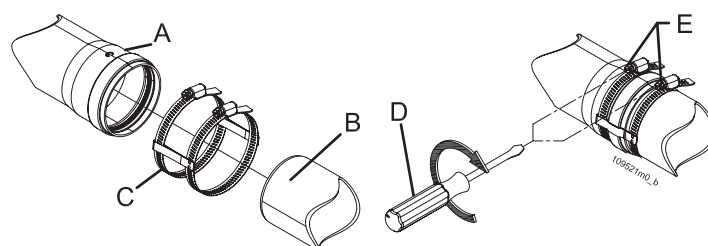

Figura 5-30 - Fissaggio dei condotti di scarico
ATTENZIONE!!! Assicurare meccanicamente gli incastri fra i vari elementi componenti il condotto di scarico e di aspirazione mediante l'utilizzo di sistemi di fissaggio o sistemi equivalenti (Figura 5-30).
**ATTENZIONE!!! Assicurare meccanicamente gli incastri fra i vari elementi componenti il condotto di scarico e di aspirazione mediante l'utilizzo di sistemi di fissaggio o sistemi equivalenti (Figura 5-30).**